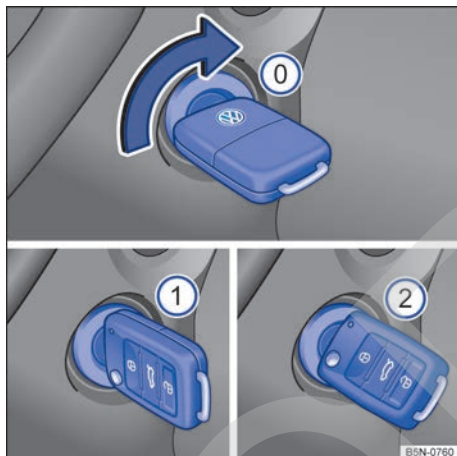

Fig. 97 Al lado del volante de la dirección, a la derecha: posiciones de la llave del vehículo en la cerradura de encendido.
Posiciones de la llave del vehículo → fig. 97
4.	Gire la llave del vehículo en la cerradura de encendido hasta la posición → fig. 97 ① para conectar el encendido - Motor gasolina y TOTALFLEX. En ese momento la luz de control del sistema de arranque en caliente ☞ se encenderá en el panel de instrumentos - Sólo motor TOTALFLEX con sistema E-Flex.
6.	Gire la llave del vehículo en la cerradura de encendido a la posición → fig. 97 ② para arrancar el motor - no acelere. En caso de que no se respete la etapa 5, la luz de control ☞ titilará indicando que es necesario interrumpir el procedimiento de arranque y repetirlo después de volver la llave a la posición → fig. 97 ① y esperar aproximadamente 10 minutos - Motor TOTALFLEX con sistema E-Flex.
5.	Girar la llave del vehículo en la cerradura de encendido a la posición → fig. 97  .